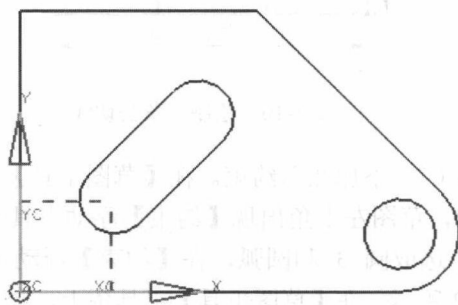

图 1-17 建模界面下的草图
(10) 完成草图。在【草图工具】工具条中选择  完成草图 按钮, 系统回到建模界面。截面图形如图 1-17 所示。